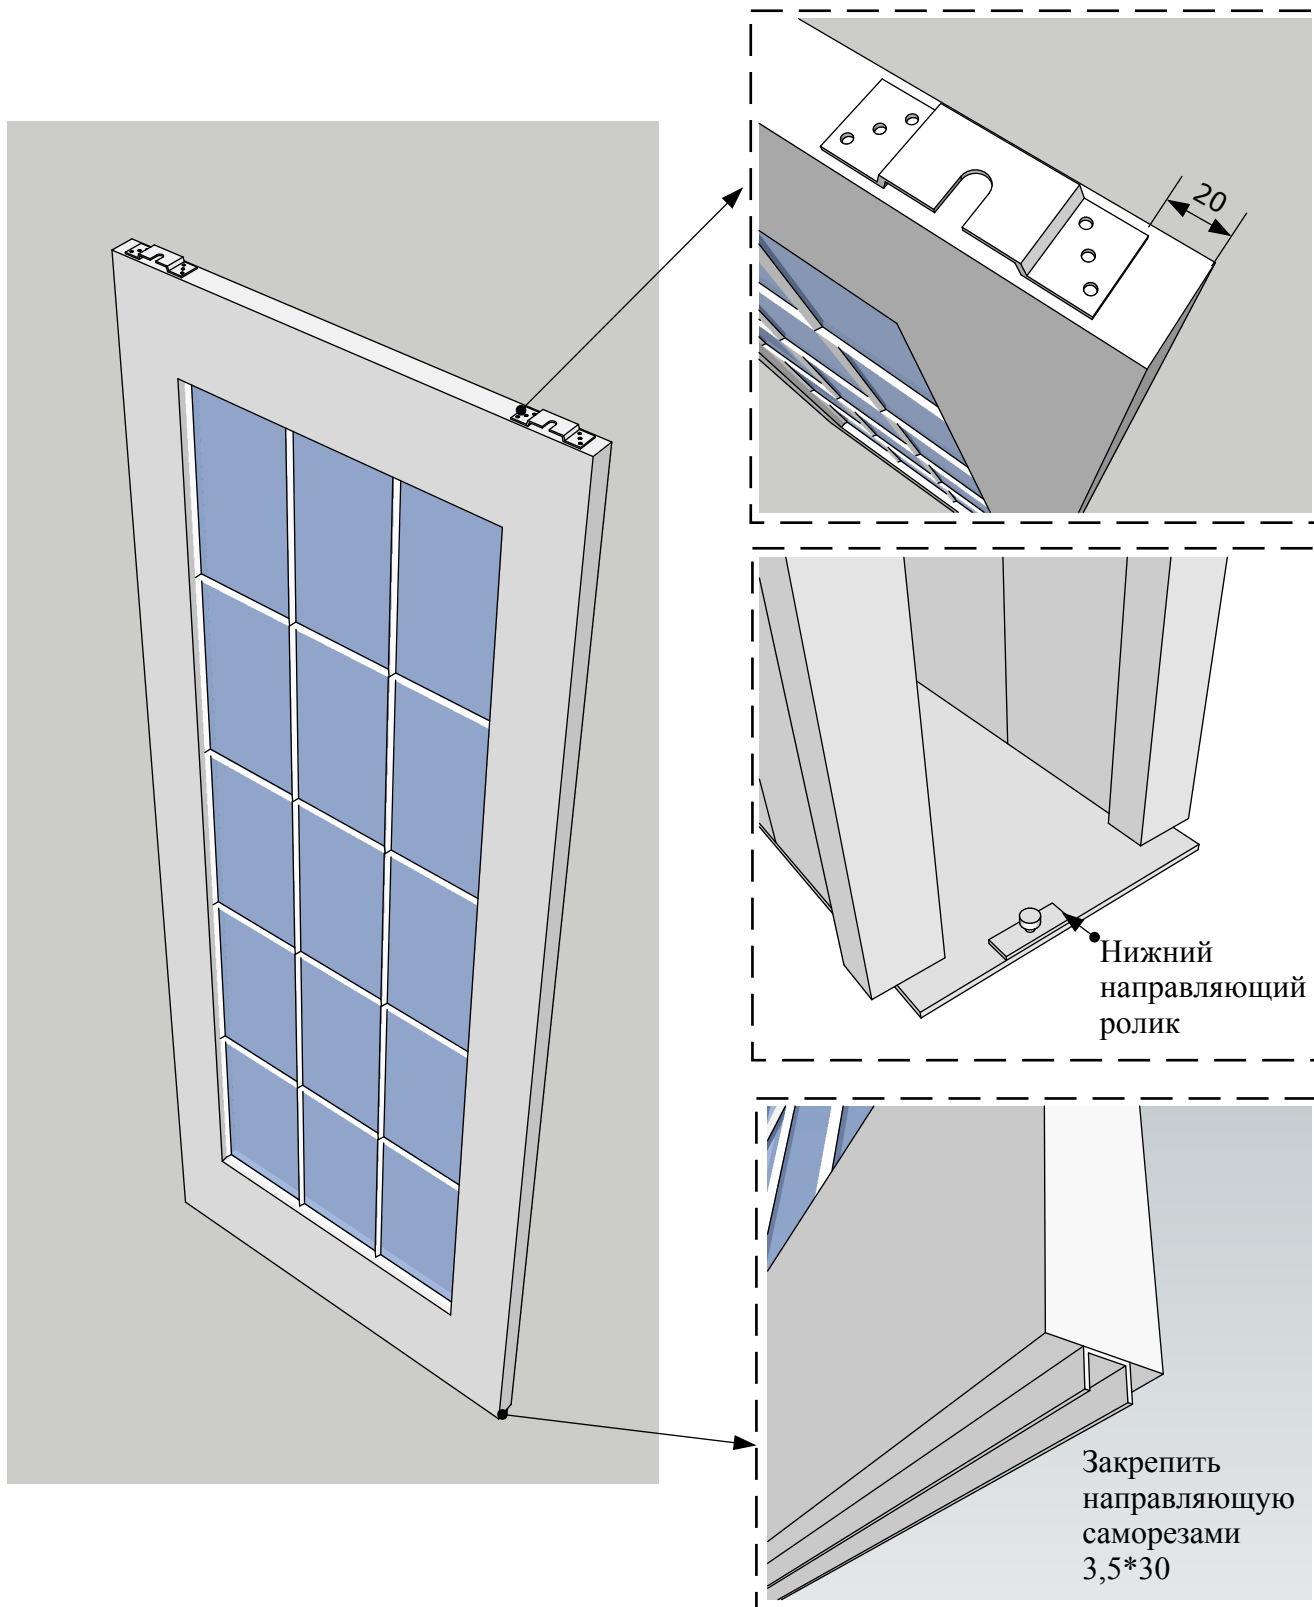

Рисунок 20
8. Подготовка дверного полотна к монтажу (Рис.20).